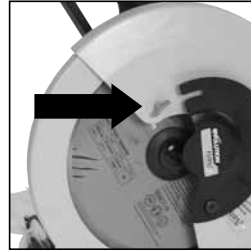

ABB. 1
- Lösen Sie die Flügelschraube, die den Nabenschutz sichert, und drehen sie den Schutz nach oben, um die Nabe der Maschine offenzulegen. **(Abb. 1)**